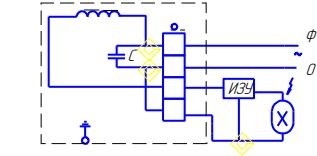

Рис. 2
8.2 Для подключения аппарата к сети и лампе нужно: а) снять крышку, отвернув винты; б) пропустить кабели через ниппели и произвести монтаж согласно схемы, указанной на рис.2;